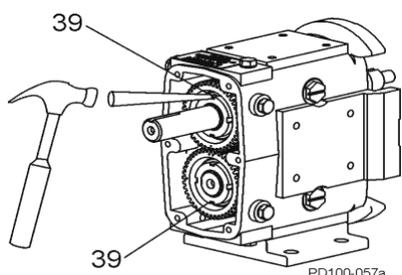

Abbildung 40 - Geradestellen der Sperrnase
1. Stellen Sie die Nase an den Sicherungsringen gerade (Abbildung 40, Pos. 39).